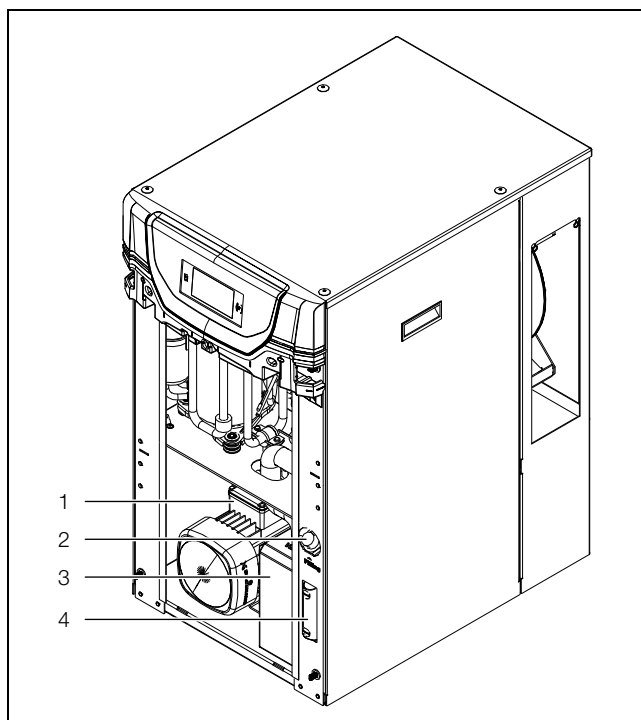

Abb. 42: Kühlmedium einfüllen
- Befüllen Sie den Chiller über den Befüllstutzen (Abb. 42, Pos. 2) des Tanks mit Kühlmedium.
- Kontrollieren Sie den Füllstand am Schauglas (Abb. 42, Pos. 4).